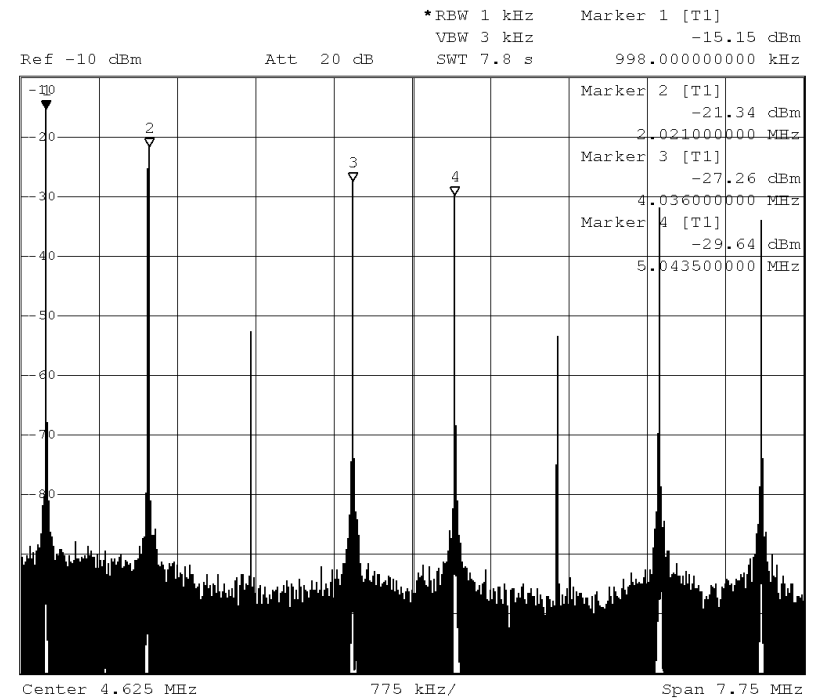

Abb. 3.6 Amplitudenspektrum eines Klirrfaktor-behafteten Signals an  $R = 50 \Omega$
Das Spektrum einer periodischen Spannung  $u(t)$  wird mit einem Spektrum-Analyzer an  $R = 50 \Omega$  gemessen (Abb. 3.6 auf der nächsten Seite). Die Grundschwingung ist im dargestellten Frequenzbereich enthalten.
- Amplitudenspektrum Abb. 3.6 auf der nächsten Seite -